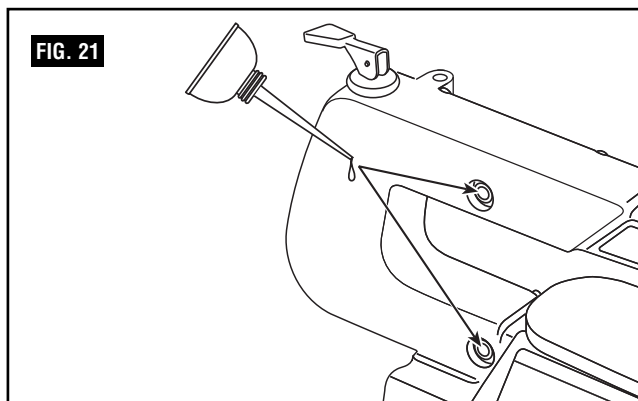

FIG. 21
2. Faites tourner la scie pour la mettre sur son côté comme illustré à la (Fig. 21).